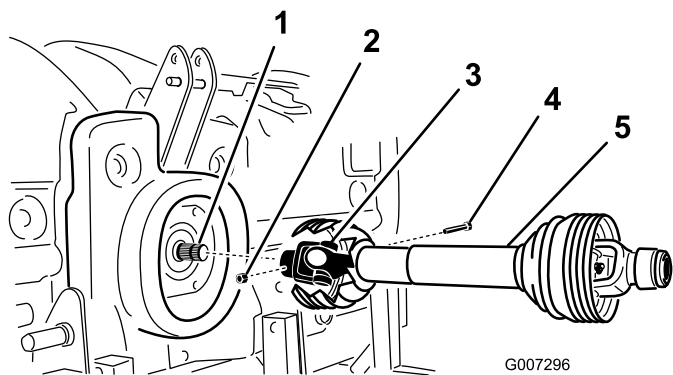

Figura 11
2. Ligue o veio da tomada de força ao eixo de entrada da transmissão com um parafuso 1/2 x 3 pol. e uma porca 1/2 pol. (Figura 11).